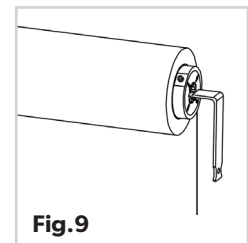

Fig.9
3. Para aumentar la tensión en el resorte, utilice la herramienta de ajuste de tensión y gire el sistema de resorte 1-2 vueltas completas (en sentido contrario a las agujas del reloj) a la derecha de la persiana. (Fig.9)
4. Para disminuir la tensión en el resorte, utilice la herramienta de ajuste de tensión y gire el sistema de resorte 1-2 vueltas a la derecha de la persiana en el sentido de las agujas del reloj. (Fig.9)